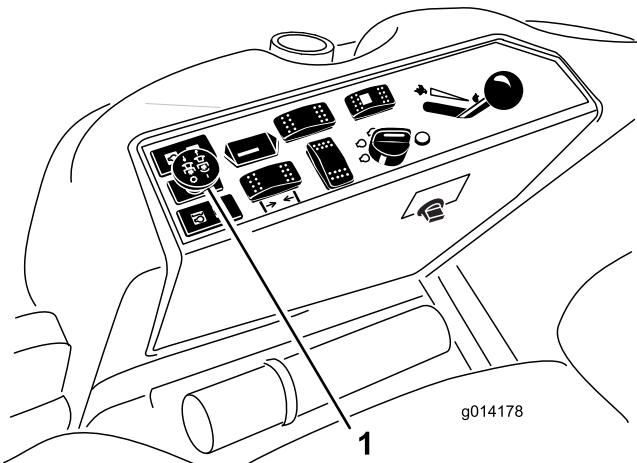

図 15
3. PTO スイッチを引くと PTO が作動を開始する(図 15)。